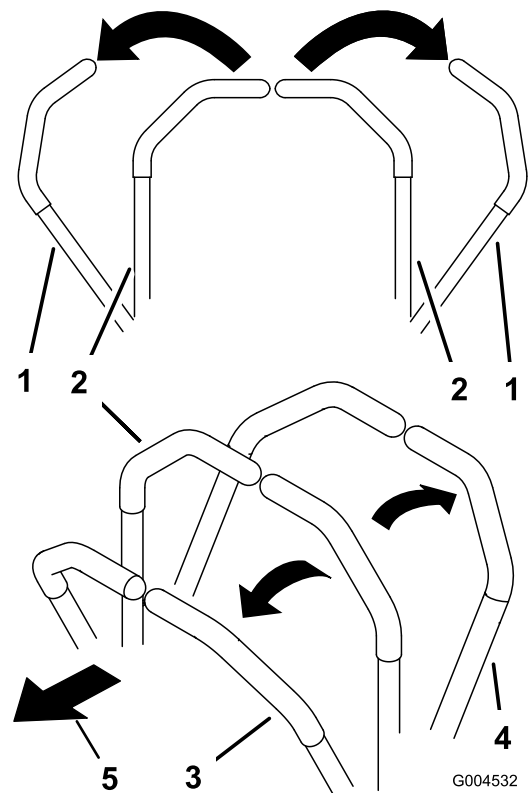

Bild 21
1. Schieben Sie die Steuerhebel in die arretierte Neutral-Stellung (Bild 21).